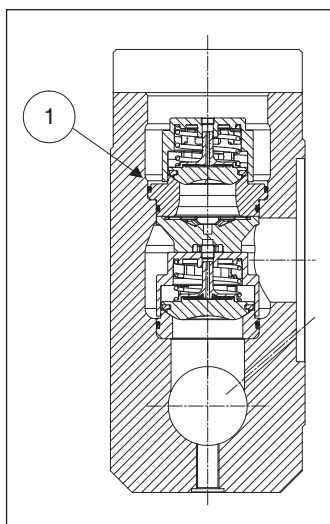

Fig. 189
**Portez une attention particulière à l'introduction du joint torique indiqué rep. ①, Fig. 189. Utiliser l'outil réf. 27760700 pour éviter de couper le joint torique en phase d'installation.**